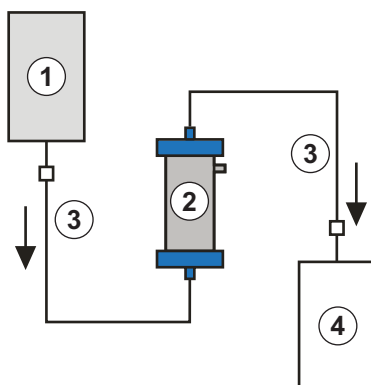

Abb. 10-10 Aufbau zum Spülen des Heparinadsorbers
Materialien: siehe Legende zu Abb. 10-10
2. Die zweite Verbindungsleitung und den Leerbeutel, wie in Abb. 10-10 dargestellt, mit der Ausgangsseite des Heparinadsorbers verbinden.